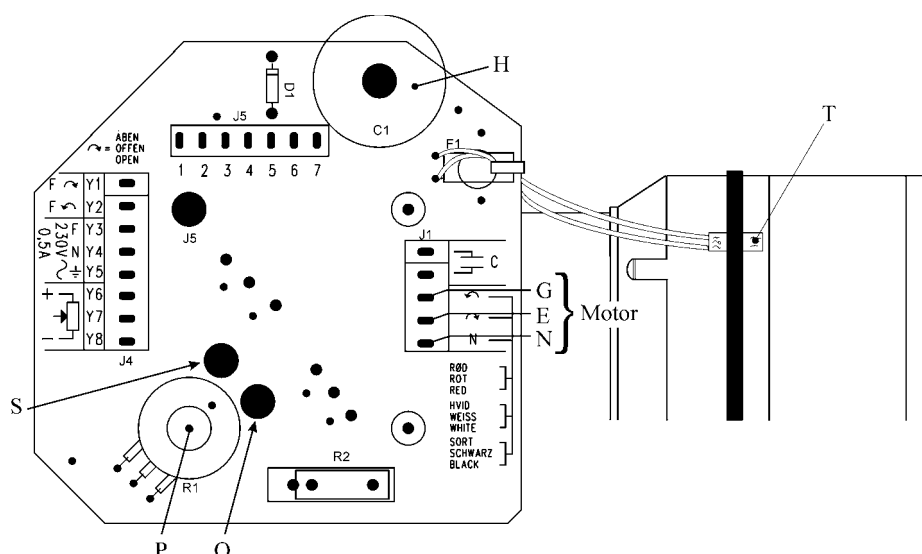

Рис. 4
Если двигатель не работает, поставить переключатель (В) в положение MAN и попытаться привести двигатель в действие с помощью переключателя (С). По возможности, проверить потенциометр и открывающие/закрывающие соединения блока автоматического управления. Если ручное управление двигателя невозможно, проверить, есть ли напряжение (230 V перем. тока). Если да, поставить переключатель (С) на "Открыть" (вверх), снять крышку и измерить напряжение между проводами "Открыть" (Е) и "Нулевой" (N) на клемме J1 (Рис. 4). Если напряжение в порядке, а двигатель не работает, заменить редуктор двигателя или конденсатор двигателя (Н). Если напряжения нет, заменить печатную плату. Если активирован конечный выключатель, использованный при открывании (О рис. 4), поставить переключатель (С) на "Заккрыть" (вниз) и измерить напряжение между проводами "Заккрыть" (G) и "Нулевой" (N) на клемме J1. Если температура двигателя превысит 110°C, сработает термоконтакт (Т) и двигатель не будет работать.